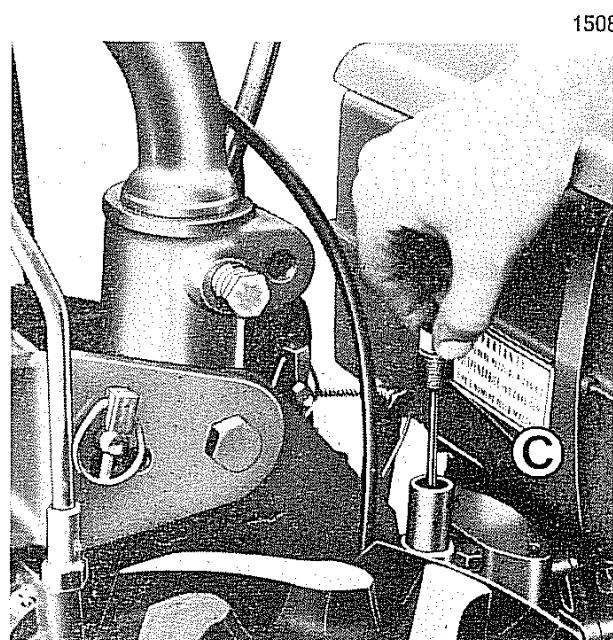

Fig. 11 - Immissione e livello olio
Dopo il completo scarico dell'olio usato, introdurre dal tappo **C** (fig. 11) nuovo olio ESSO GEAR OIL GX 90 nella quantità di circa 2 Kg.
**N.B.** - Il controllo del livello dell'olio va effettuato per mezzo dell'asta del tappo **C** (fig. 11) e tenendo la macchina in posizione orizzontale.